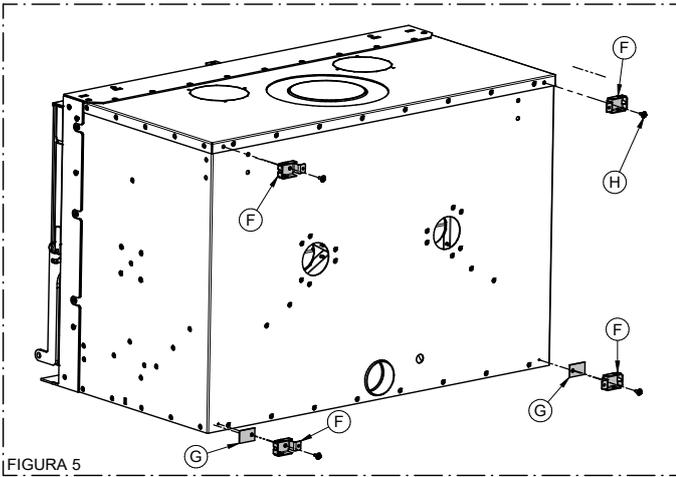

FIGURA 5
- 5) Installare la barra della ventilazione (P) e i supporti (O) e (N) attraverso le 2 viti (M), vedi Figura 5. Procedere poi a rimontare i componenti precedentemente smontati.
- 5) Assemblare, in entrambi i lati i perni F avvitandoli con le relative rondelle O e interponendo, solo nella parte inferiore, le rondelle G, vedi Figura 5.
- 5) Installare i supporti F con le viti H e installando gli spessori G solo nella parte inferiore, vedi Figura 5.